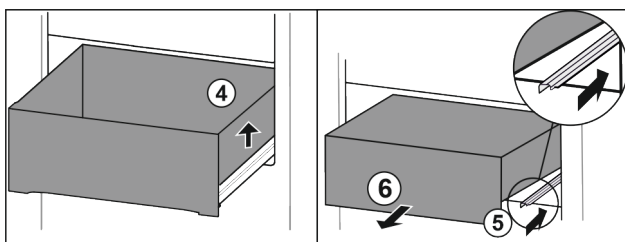

Fig. 89
- Ridicați sertarul din dreapta. Fig. 89 (4)
- Inșerați șina din dreapta. Fig. 89 (5)
- Extrageți sertarul spre înainte. Fig. 89 (6)